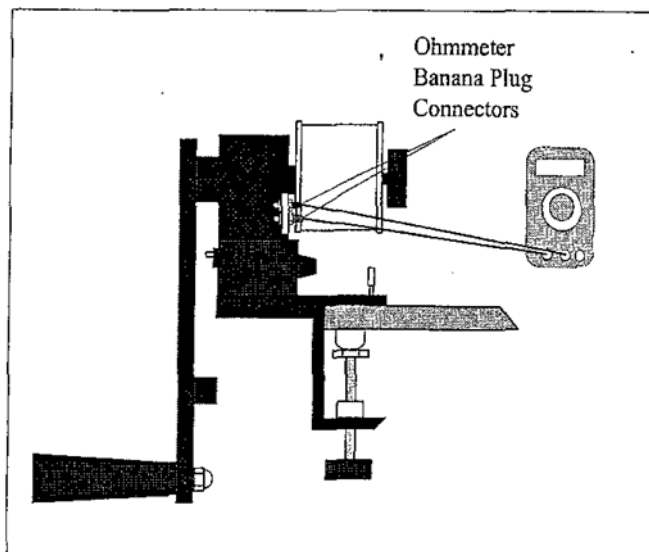

Figure 8 Hook up the Ohmmeter
5. Conecte los cables del Ohmetro en las fichas bananas (*fig. 8*). Previamente prepare el instrumento, seleccionando un rango acorde con los valores de resistencia que se han de medir.